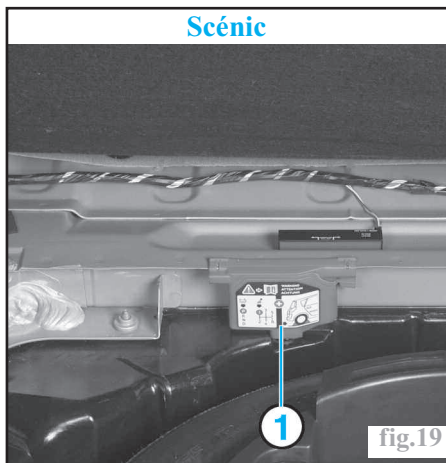
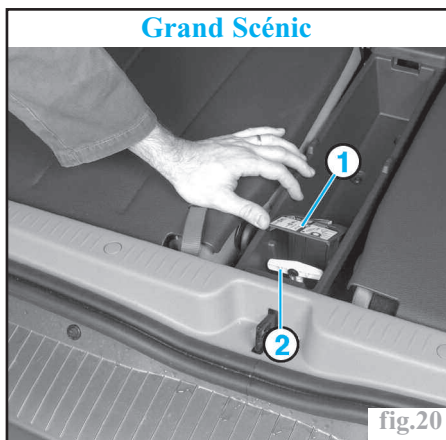

fig.19
fig.20
- Dans le coffre, déposer le protecteur de poignée de secours (1) (fig.19) ou (fig.20).
- Tirer sur la commande de secours (2) et déposer la poignée.